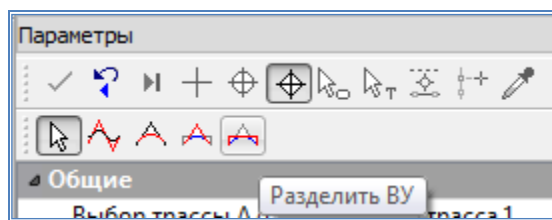

Рис.23. Вид команды
**Разделить ВУ** – позволяет выполнить разделение существующей вершины угла на две новых с последующим редактированием значений углов каждой вершины. Вид команды приведен на рис.23.